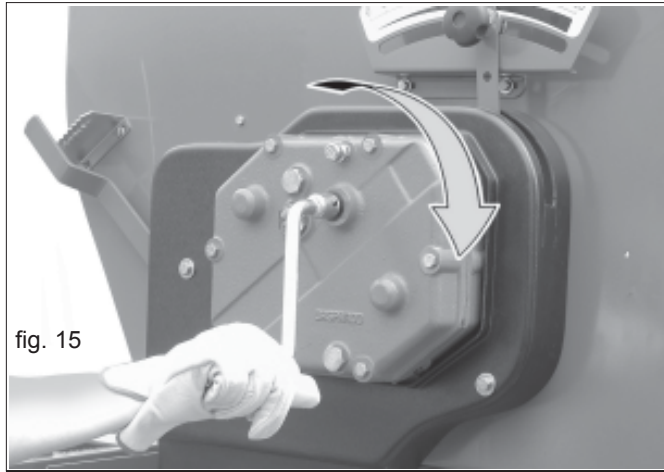

fig. 15
Diese Tabelle liefert die Drehzahl, die das Sämaschinengetriebe für eine Aussaatprobe bei stehender Maschine durchführen muß. Die gesagte Drehzahl hängt vom Maschinenmodell und der Arbeitsbreite ab. Die Drehrichtung der Kurbel ist in Abb. 15 dargestellt.
- 4) Die Kurbel (Abb. 15) in die Getriebespindel einsetzen und im Uhrzeigersinn drehen.